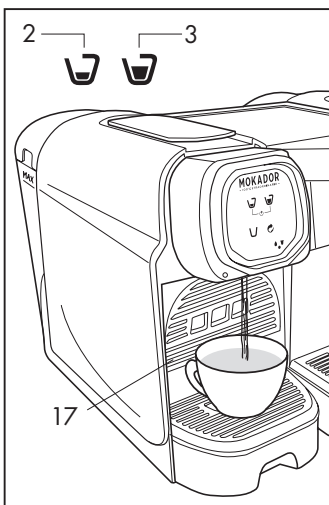

Fig. 6
Chiudere il supporto tazza piccola (17) e posare una tazza sulla griglia quindi premere un simbolo di erogazione (2-3), la macchina eroga acqua (**Fig. 6**); premere nuovamente il simbolo quando si è raggiunta la quantità d'acqua desiderata. L'operazione di risciacquo è conclusa quando almeno tre tazze d'acqua sono state erogate.